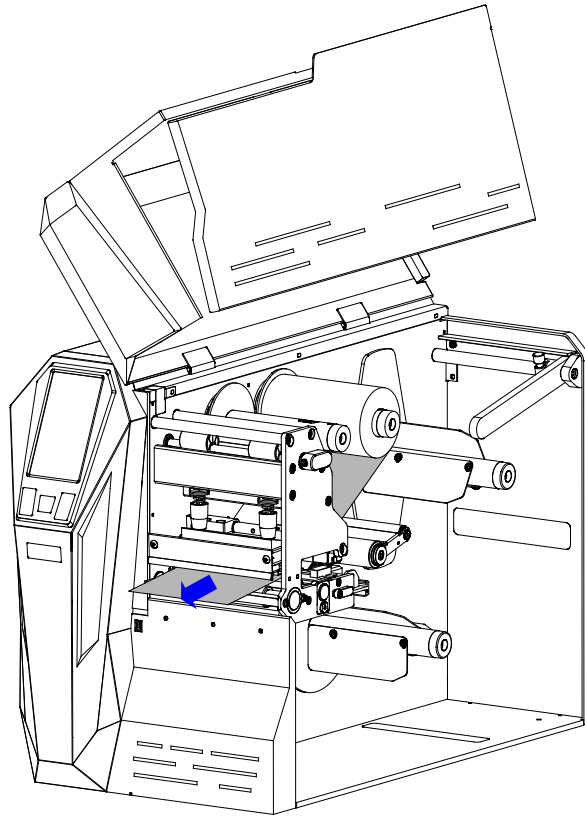

图 2-13 穿出碳带
4. 按照图 2-4 所示的碳带路径，使碳带从碳带导向杆下方穿过，从打印头组件下方穿出，如图 2-13 所示。